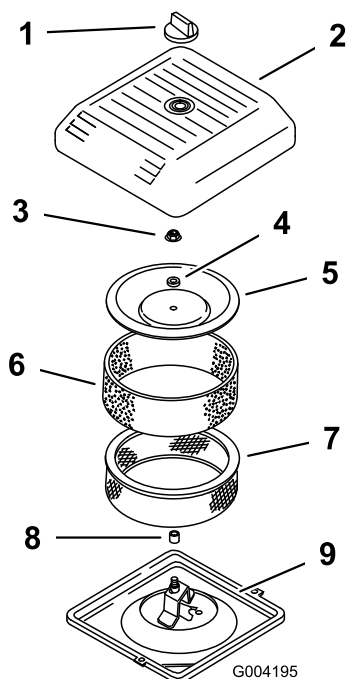

Figure 18
2. Dévissez le bouton et déposez le couvercle du filtre à air (Figure 18).
3. Glissez délicatement le préfiltre en mousse hors de l'élément en papier (Figure 18).
4. Dévissez l'écrou du couvercle et enlevez le couvercle, l'entretoise et l'élément en papier (Figure 18).
2. Posez l'ensemble filtre à air sur sa base (Figure 18).
3. Montez le couvercle, l'entretoise et fixez-le avec l'écrou (Figure 18). Serrez l'écrou à 11 Nm.
4. Remettez le couvercle du filtre à air et fixez-le à l'aide du bouton (Figure 18).